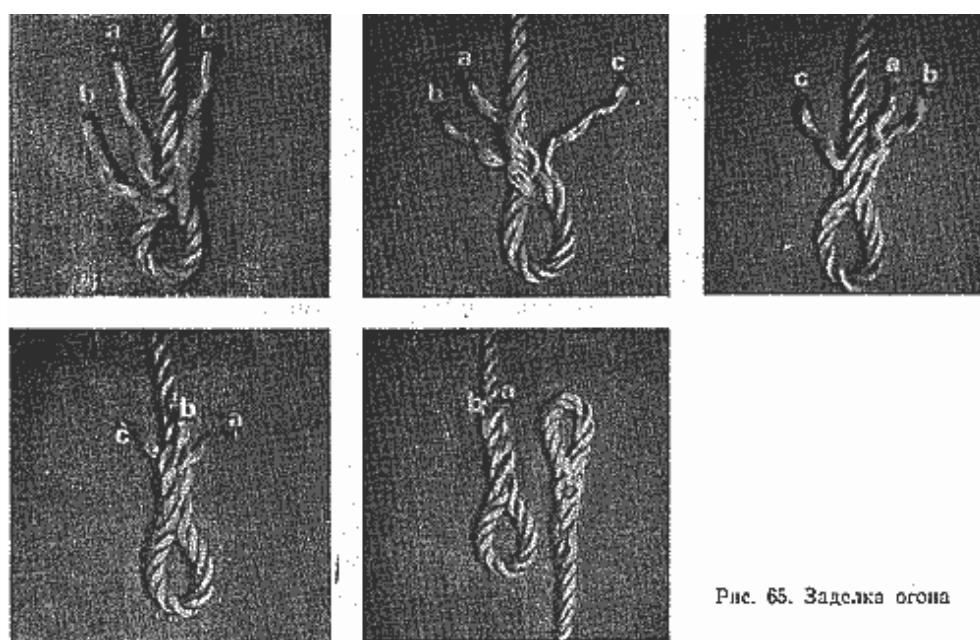

Рис. 65. Заделка огна
**Огон.** Сначала надо пробить среднюю ходовую прядь а против спуска под коренную прядь (рис. 65, а), затем ходовую прядь в, но несколько ближе к петле огона (рис. 65, б). Далее нужно перевернуть огонь и пробить ходовую прядь с под оставшейся коренной прядью в том же направлении, что и первые две (рис. 65, в). Затем следует обтянуть пряди и сделать еще две пробивки, обрезать концы прядей и поставить марки или опаять (рис. 65, г и д).